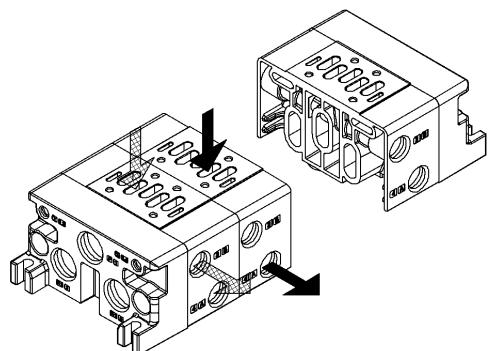

図 2
- 2) 給気から入った圧縮空気は、電磁弁等を経由して、給気 4[A](または給気 2[B])より、給気 4[A]ポート(または給気 2[B]ポート)に出る。(図 2)